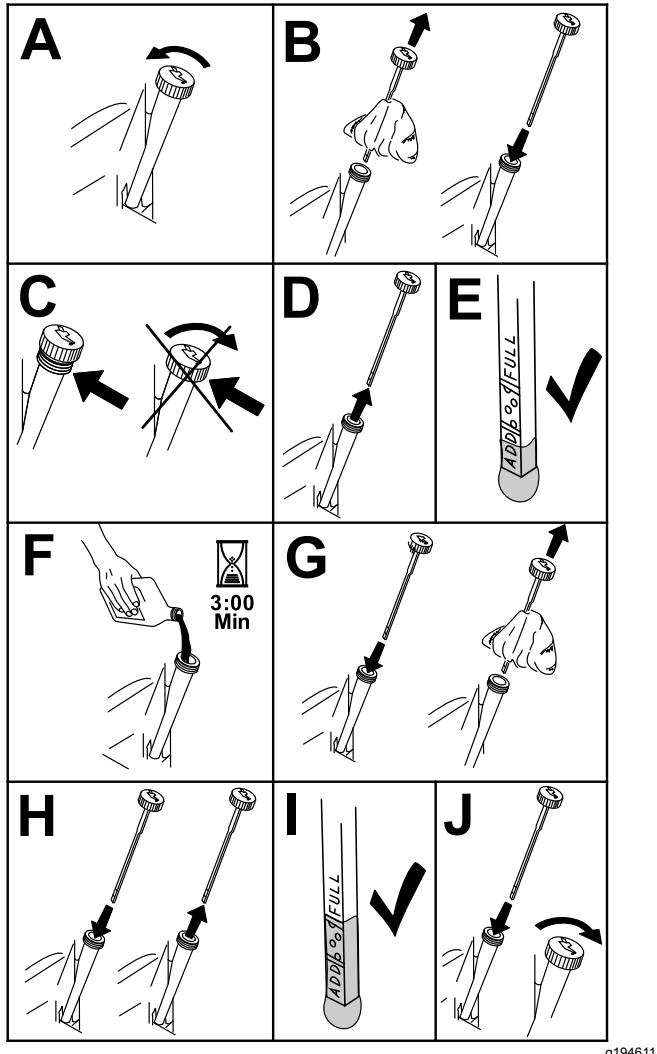

Figure 57
3. Pour éviter de faire tomber de l'herbe, de la poussière, etc., dans le moteur, nettoyez la surface autour du bouchon de remplissage-jauge d'huile, avant de l'enlever (Figure 57).